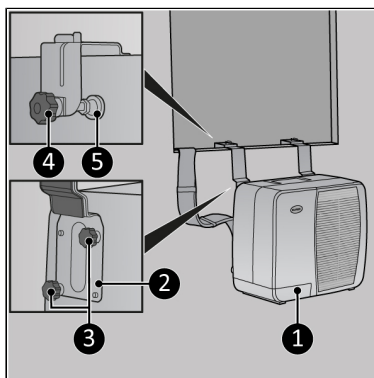

Figura 71.
1. Fissare le staffe inferiori da caravan (Figura 71, pos. 2) all'unità esterna (Figura 71, pos. 1) serrando due tappi a vite su ciascuna staffa (Figura 71, pos. 3).
2. Appendere l'unità esterna (Figura 71, pos. 1) alla finestra desiderata; assicurarsi che l'unità interna sia posizionata saldamente su un tavolo o una seduta.
3. Serrare il bullone di regolazione (Figura 71, pos. 4) su ogni staffa. Assicurarsi che il paracolpi (Figura 71, pos. 5) sia posizionato verticalmente.